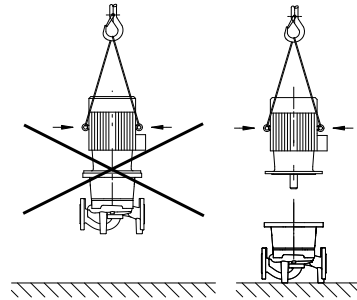

Fig. 33: Preprava motora
- Prepravné oká na motore sú povolené len na prepravu motora, nie celého čerpadla (Fig. 33).